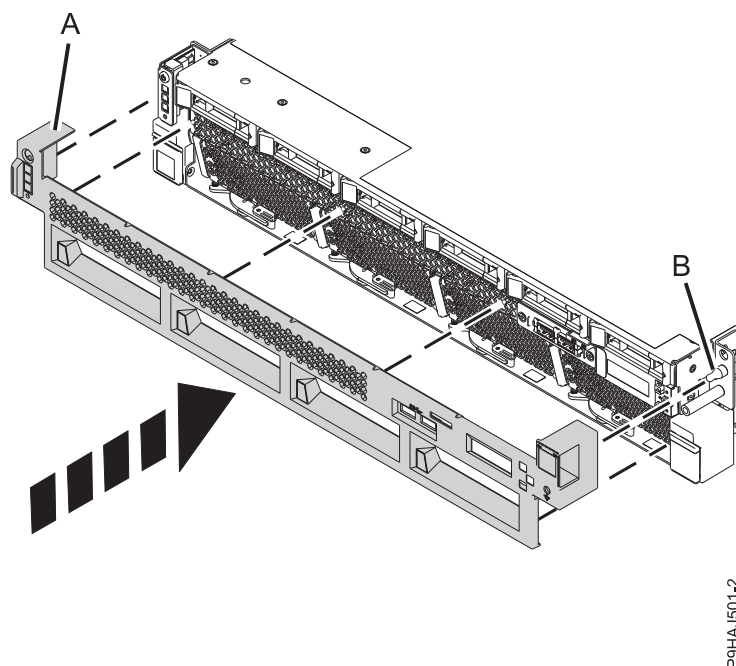

Figura 12. Instalarea capacului frontal
2. Împingeți ușor capacul până când capacul ajunge la locul lui. Capacul are indentări unde îl puteți ține mai ușor. Utilizați pinul de aliniere (**B**) pentru a fixa capacul la sistem, după cum se arată în Figura 12 la pagina 25. Împingeți de-a lungul zonei grilajului de deasupra ventilatoarelor pentru a securiza capacul în față.